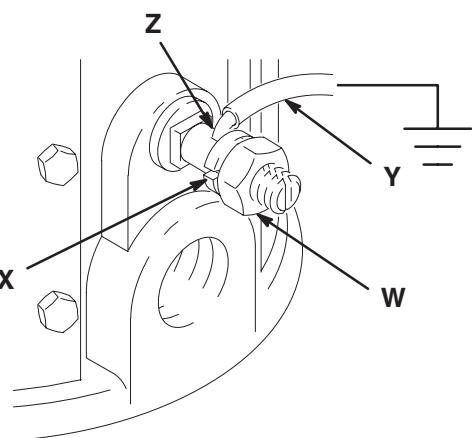

Рис. 1
1. *Насос: используйте провод заземления и зажим, как показано на Рис. 1.*